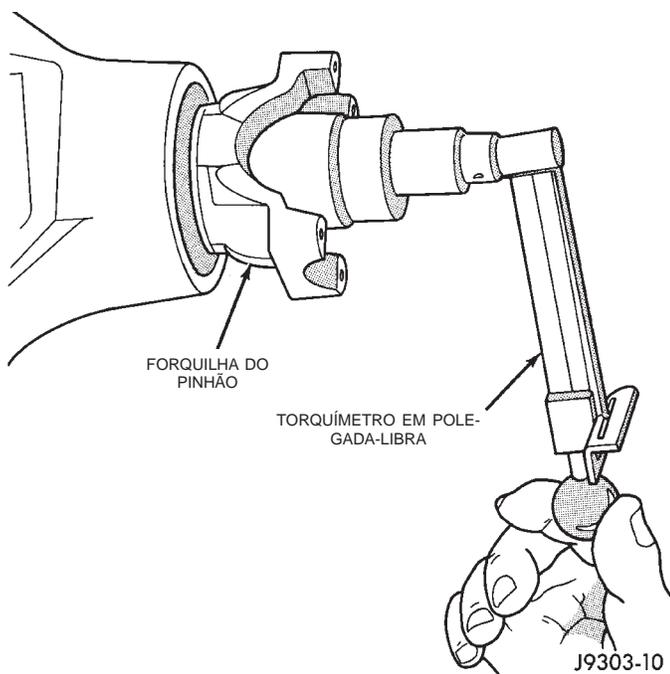

Fig. 37 Verificação do Torque de Giro da Engrenagem do Pinhão
(14) Utilizando o Suporte de Forquilha 6719, aperte o espaçador flexível até que o jogo axial do rolamento seja levantado.
(15) Aperte vagarosamente a porca com incrementos de 6,8 N·m (5 pés-lb) até que seja alcançado o torque de giro desejado. Meça o torque de giro frequentemente para evitar o apertar demais o espaçador flexível (Fig. 37).
(16) Verifique o torque de giro do rolamento com um torquímetro em plegada-libra (Fig. 37). O torque necessário para girar a engrenagem do pinhão deve ser:
(17) Instale a árvore de transmissão.
(18) Instale o diferencial no alojamento.